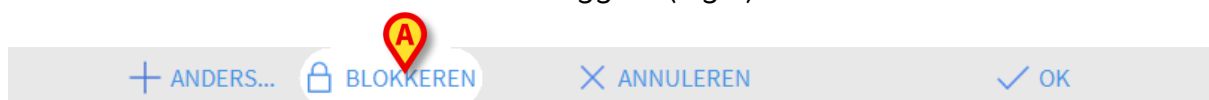

Fig 8
- de werkbalk van het scherm "Inloggen" (Fig 8) klikken.